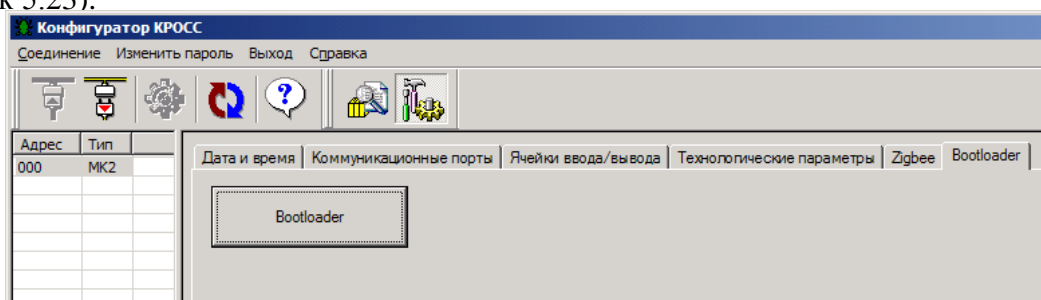

Рисунок 5.23
5.2.13 В закладке **"Bootloader"** с помощью кнопки **"Bootloader"** производится вход в системный загрузчик для обновления резидентного программного обеспечения (РПО) МК2 (рисунок 5.23).